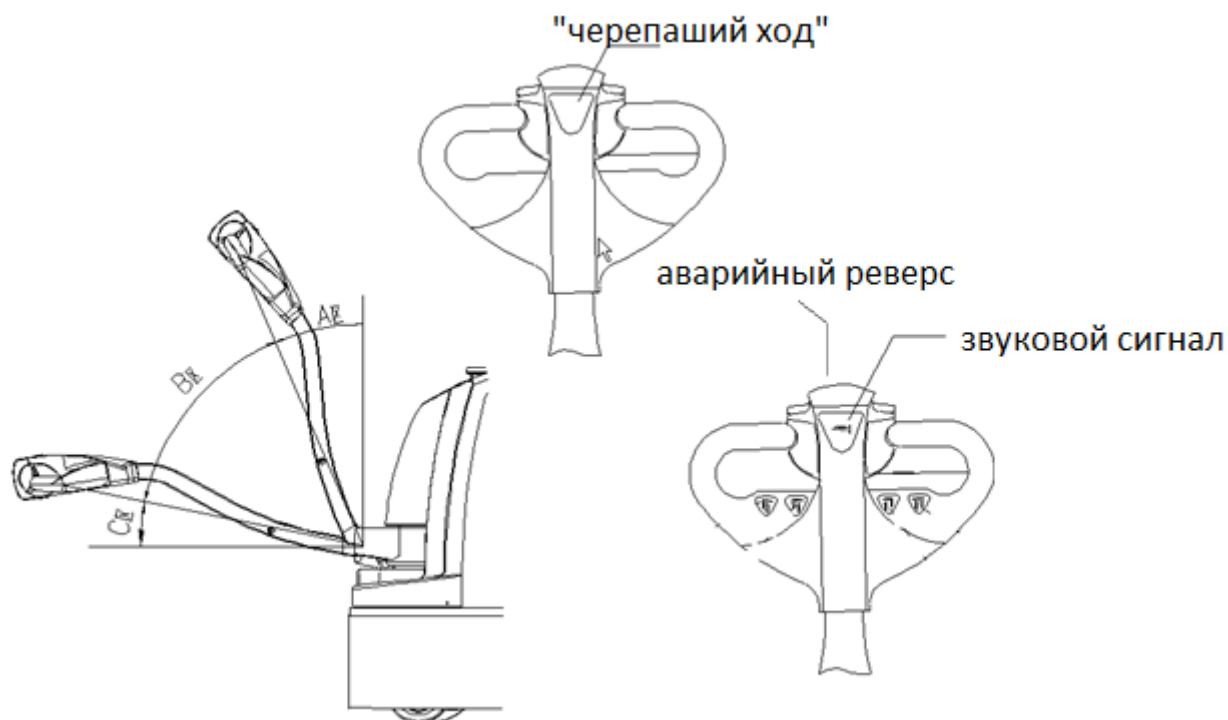

Рис.2
4.1.3 Проверьте, исправен ли тормоз штабелера. Проверьте подъем, опускание, выдвижение вилок вперед и назад, а также движение штабелера вперед и назад, чтобы убедиться, что он нормально функционирует. Проверьте, нормально ли работает аварийный обратный ход штабелера, рис.2
двигателя ведущего колеса, а на вращающемся валу рабочего поворотного рычага установлены кулачок и толчковый переключатель. Только когда поворотный рычаг находится под углом $30^{\circ} \pm 20^{\circ}$ (как показано на рис.2), штабелер может работать и передвигаться. При изменении угла наклона штабелер затормаживается. В этом случае он может поднимать, опускать и перемещать грузы вперед и назад. При подъеме, опускании и перемещении грузов штабелер не может передвигаться, как показано на рис.2.